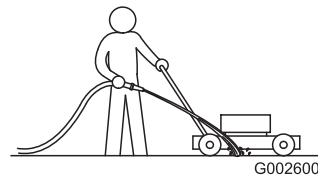

Bild 34
1. Lassen Sie den Motor auf einer flachen, befestigten Oberfläche laufen und sprühen Sie Wasser vor das **rechte** Hinterrad (Bild 34).